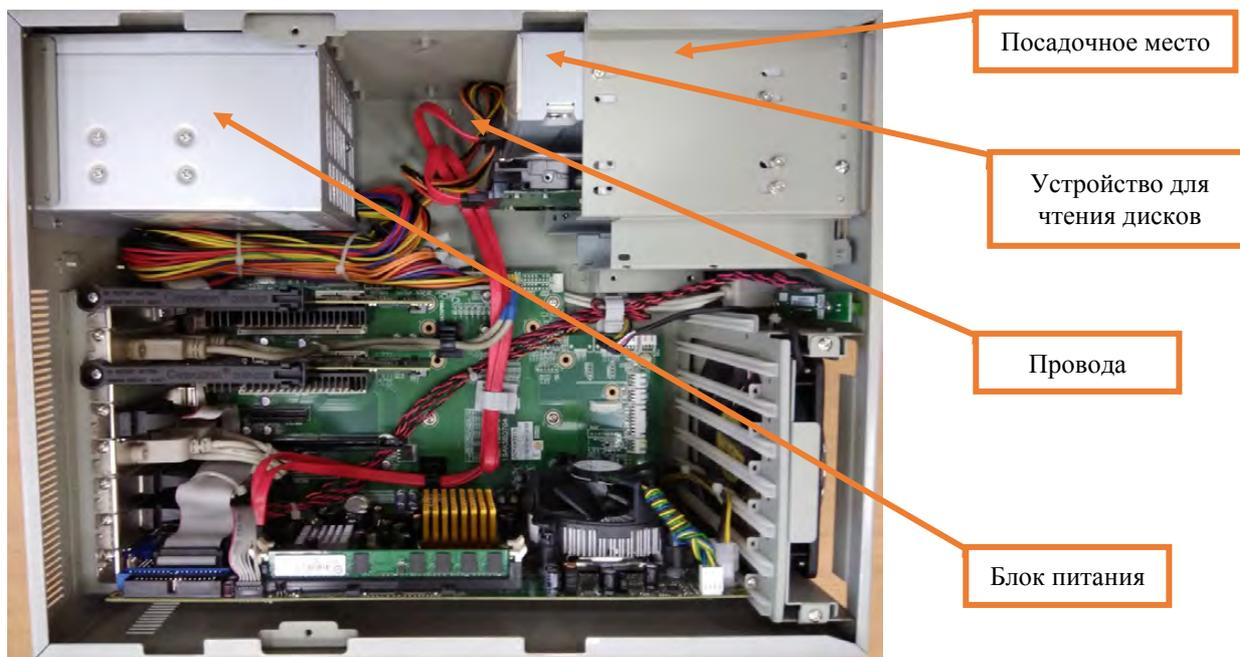
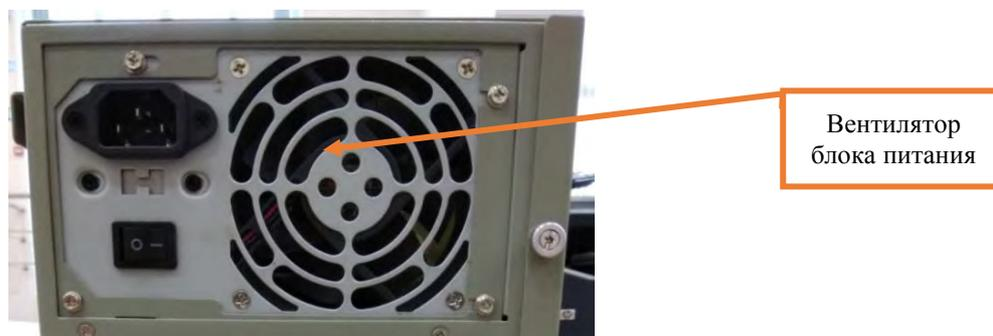

Рисунок 6. Устройство чтения дисков и провода.
Рисунок 8. Очистка блока питания и вентилятора блока питания.
7.1.10. Произвести очистку устройства для чтения дисков и места его установки с помощью чистящей салфетки; с помощью кисти с мягким ворсом очистить подключенные к нему провода (Рисунок 6).
7.1.12. Произвести очистку блока питания (Рисунок 6) с помощью чистящей салфетки и вентилятора, установленного на блоке питания (Рисунок 8), с помощью электрического пылесоса.